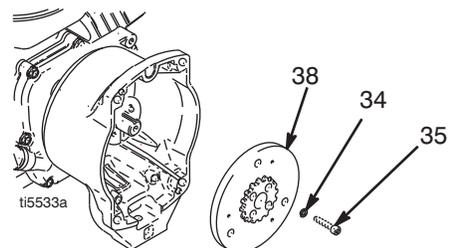

FIG. 6
9. FIG. 6. Introduire une clé à chocs ou un outil en coin entre l'induit (38) et le carter d'embrayage pour maintenir l'arbre moteur pendant le démontage.
10. Retirer les quatre vis (35) et leurs rondelles d'arrêt (34).
11. Enlever l'induit (38).